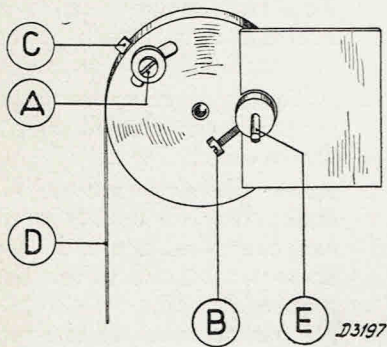

Fig. 6
4. Dévisser la petite vis A (figure 6) et faire tourner le tambour jusqu'à ce que l'aiguille vienne se placer exactement sur 570 m. Pendant cette opération on doit maintenir la petite came C de façon que le cordon d'entraînement D reste tendu. Veiller à ce que l'accord ne soit pas modifié. Ensuite, bloquer à nouveau la petite vis A.